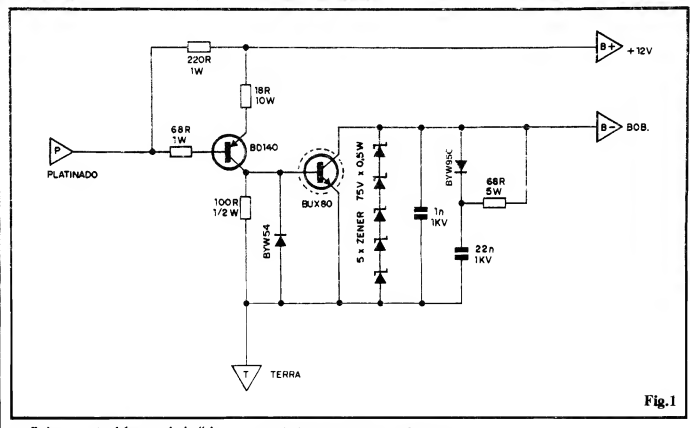

Fig. 1
**FIG. 1 - DIAGRAMA ESQUEMÁTICO DO CIRCUITO** - No "miolo" do circuito, temos os dois únicos componentes ativos do conjunto, os transistores, dispostos em acoplamento direto (coletor do BD140 diretamente excitando a base do BUX80...) e formando, com o auxílio dos resistores de polarização, um poderoso (em termos de ganho de Corrente...) amplificador... Graças a esse enorme fator de amplificação, a Corrente de "aterramento" do platinado convencional, usada na excitação da base do PNP (BD140) situa-se em valor muito pequeno (se comparada à velha) Corrente convencionalmente chavado pelo dito platinado...). Dois diodos, um "super-zener" (feito com 5 zeners de 75V, "empilhados") e dois capacitores (1n e 22n) se encarregam de "defender" ambos os transistores de eventuais "excessos" ou transientes de Tensão (que normalmente ocorrem em circuitos do gênero, que chaveiam carga indutiva sob elevada Corrente...). O percurso coletor/emissor do transistor de alta Potência (BUX80) faz, na saída do conjunto, o "papel" de